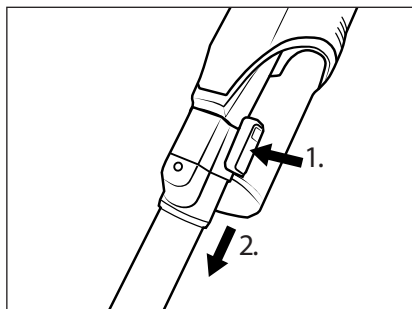

Fig. 11
- ♦ For at fjerne sugerøret **24** fra produktet skal du trykke på oplåsningsknappen til sugerøret **25** og holde den nede og tage sugerøret **24** ud af produktets sugeåbning (se fig. 11).